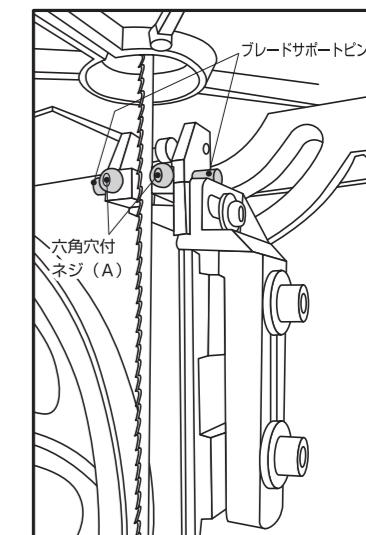

図8
3. 六角穴付ネジ(C)をゆるめて、ホルダーを前後させて、図8ブレードサポートピンが鋸刃の中心になるよう調整してください。
1. 六角穴付ネジ(A)をゆるめて、ブレードサポートピン(図8)を、できるだけ鋸刃に近づけてください。(1mm以下)